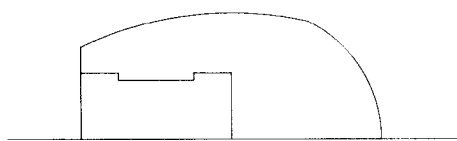

图 1-17 绘制内嵌套轮廓线
(6) 画内嵌套轮廓线：单击“直线”按钮  画直线，捕捉一点作为起点，随后连续输入相对坐标(@0,9)，(@5,0)，(@0,-1)，(@10,0)，(@0,1)，(@5,0)，(@0,-9)，画出如图 1-17 所示的内嵌套轮廓线。